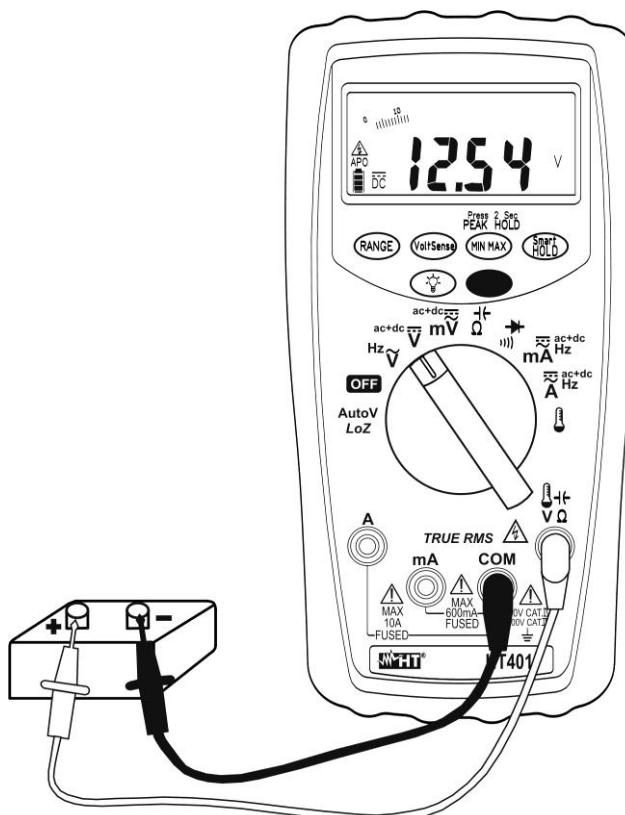

Fig. 2: Uso do instrumento para medir Tensões DC
5. Colocar a ponteira vermelha e a ponteira preta respectivamente nos pontos com potencial positivo e negativo do circuito em exame (ver a Fig. 2). O valor da tensão é mostrado no display
7. A visualização do símbolo "-" no display do instrumento indica que a tensão tem sentido oposto em relação à ligação da Fig. 2